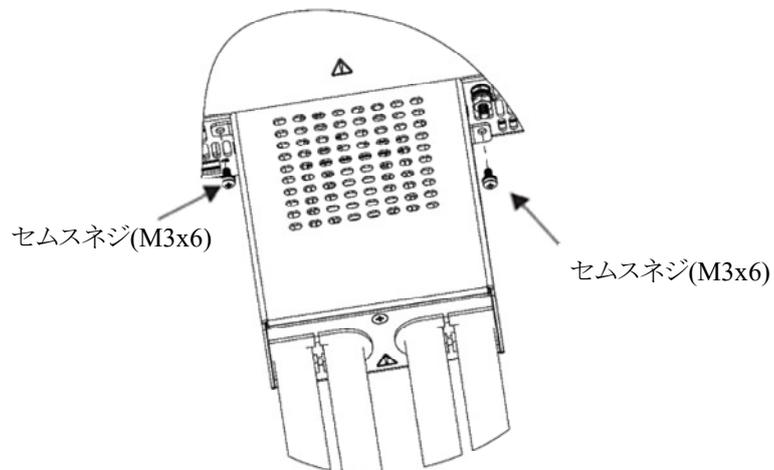

図4-31 出力端子カバーのリアパネルへの取り付け方法
4. 図4-31に示すようにセムスネジ(M3x6、製品に添付されています)を使用して、電源のリアパネルに出力端子カバーを取り付けます。